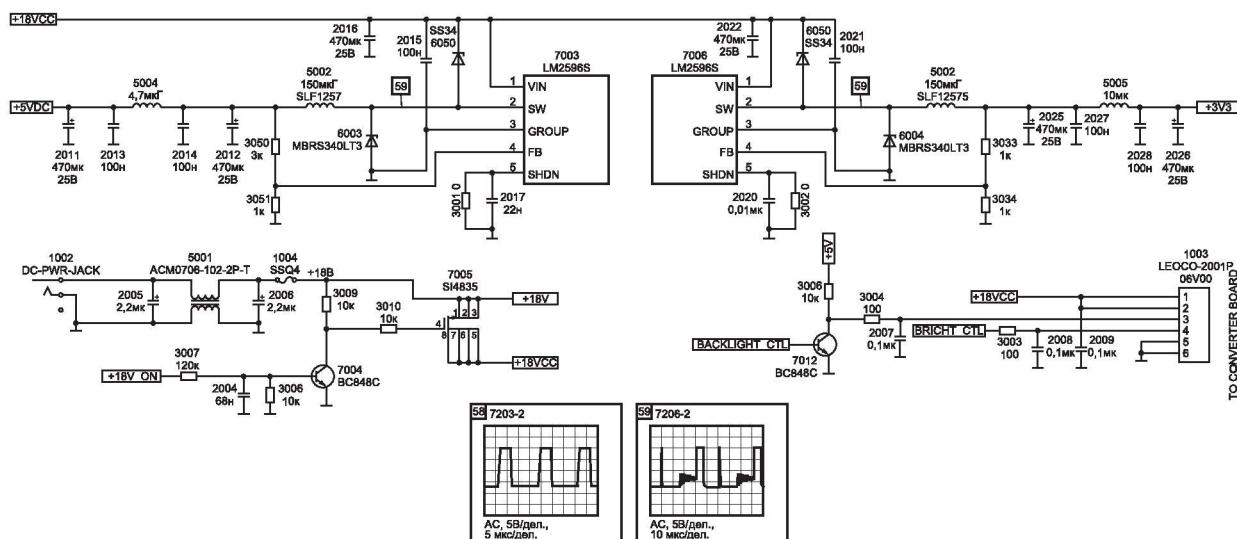

Рис. 6.5. DC/DC-преобразователь
**DC/DC-преобразователь** (рис. 6.5) формирует из постоянного напряжения 18 В, стабили-
Если лампы подсветки работают, проверяют наличие цифровых видеосигналов на выходах LCD-контроллера 7701 и их соответствие осциллограммам 20—55 (рис. 6.5—6.13). Если сигналы есть, и напряжение питания LCD-панели в норме (3,3 В на контакте 71 микросхемы 1701), то заменяют панель.